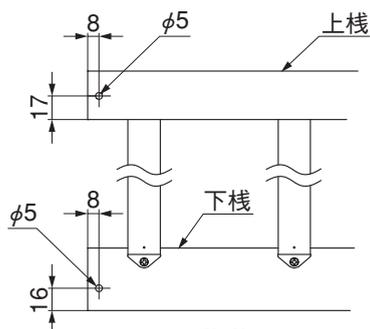

図3-3
- 1 図3-3にしたがって上棧と下棧に、φ5の貫通穴をあけてください。